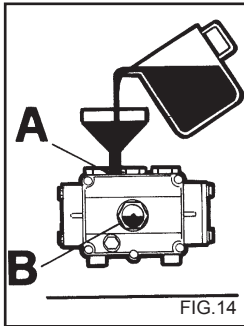

FIG.14
- 4) Avvitare il tappo di scarico ed introdurre l'olio dal foro superiore (fig. 14A) fino al livello indicato sulla spia (fig. 14 B).